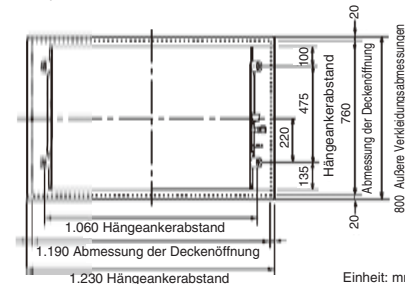
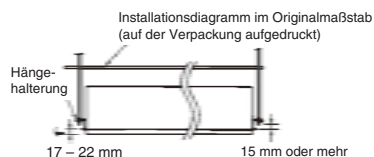
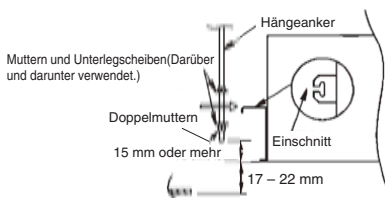

Abb. 3-1
Abb. 3-6
Abb. 3-7
- (1) Die Maße der Deckenöffnung und die Positionen der Hängeanker müssen den Angaben in Abb. 3-1 entsprechen. Die Länge der Hängeanker muss so bemessen sein, dass ein Freiraum von mindestens 15 mm unter der Hängehalterung der Einheit verbleibt. Siehe Abb. 3-6.
- (2) Den Hängeankerabstand unter Verwendung des Originalmaßstab-Installationsdiagramms (auf der Verpackung aufgedruckt) berechnen. Die Positionsbeziehungen zwischen den Hängehalterungen und der Einheit sowie zwischen den Halterungen und der Deckenverkleidung sollte den Angaben in Abb. 3-1 und 3-2 entsprechen.
- (4) Nötigenfalls muss das Deckenmaterial modifiziert werden. (Abb. 3-1 und 3-2)
- Die Länge der Hängeanker muss so bemessen sein, dass ein Freiraum von mindestens 15 mm unter den Halterungen verbleibt, wie in Abb. 3-7 gezeigt. Wenn die Hängeanker zu lang sind, können Sie die Montage der Deckenverkleidung und der Klappenmotorabdeckung stören oder unmöglich machen.
- (3) Die drei Sechskantmuttern und die beiden Unterlegscheiben (im Fachhandel erhältlich) auf jeden der vier Hängeanker schrauben, wie in Abb. 3-7 gezeigt. Je eine Mutter und eine Unterlegscheibe für die obere Seite, und zwei Muttern und eine Unterlegscheibe für die untere Seite verwenden, damit die Einheit nicht von den Hängevorsprüngen abrutschen kann.
- (4) Die Inneneinheit sollte so mit den Hängeankern (Abb. 3-7) befestigt werden, dass der Abstand zwischen der Unterseite des Hängevorsprungs und der Unterfläche der Decke 17 bis 22 mm beträgt. (Abb. 3-6) Der Abstand zwischen der Inneneinheit und der Unterfläche der Decke wird nach Anbringen der Deckenverkleidung am Gerät eingestellt.